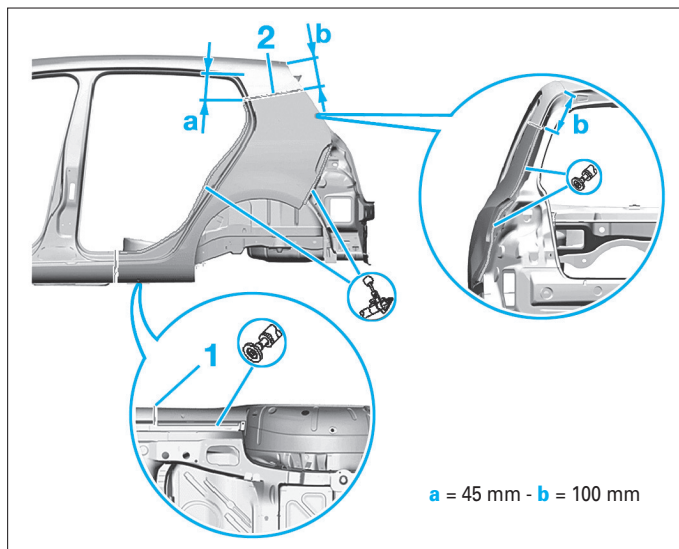

FIG. 135
- Procéder au découpage suivant les lignes (1) et (2) (Fig.135).